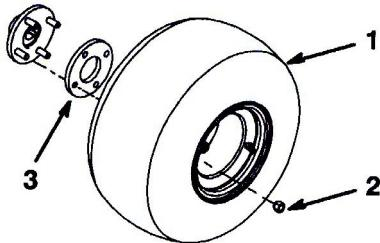

図2
- 各ハブにホイールを取り付ける(図2; 1つのホイールにラグナット4個)ナットを 45-55 ft.-lb.にトルク締めする(61-75 Nm=6.2~7.6 kg.m)。